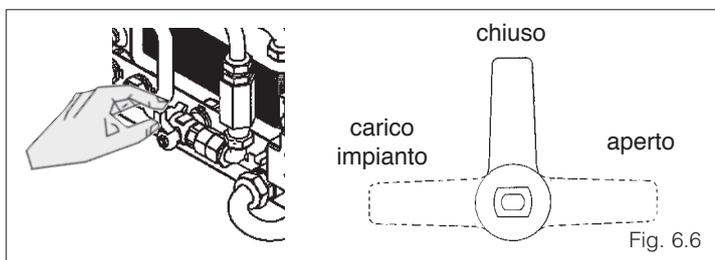

Fig. 6.6
- posizionare il rubinetto riempimento in "chiuso" (fig. 6.6).